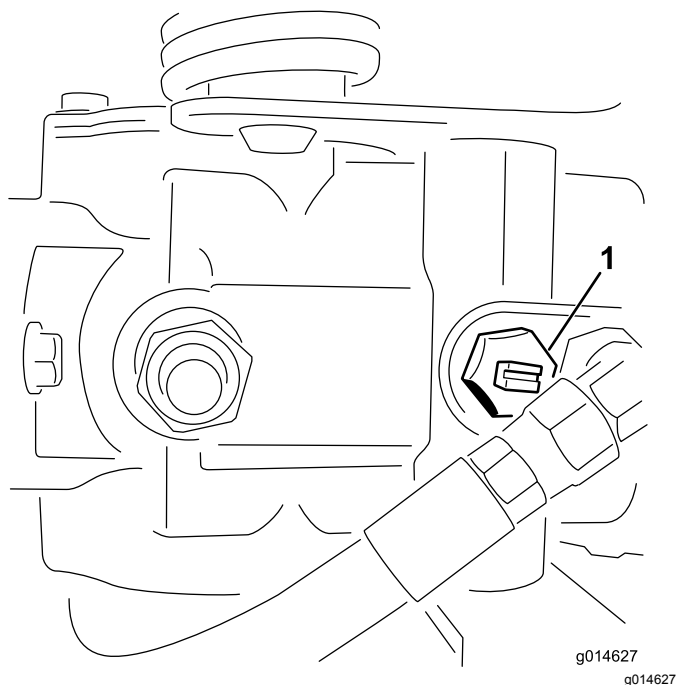

Figura 23
1. Localize a válvula de derivação na bomba e rode-a de forma a que a ranhura fique na vertical (Figura 23).
2. Antes de ligar o motor, feche a válvula de derivação rodando-a de forma a que a ranhura fique na horizontal (Figura 23).